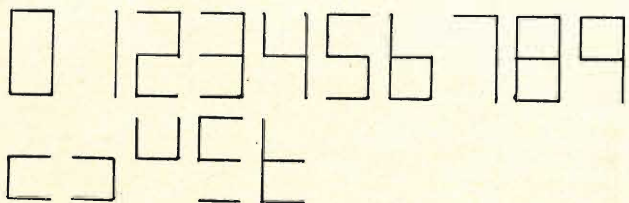

figura 4
Ci dimenticavamo di dirVi che tutto il discorso fin qui portato ha valore solo se il frequenzimetro ha il modulo sequenziale azionato direttamente dal segnale che aziona il gate (figura 4), altrimenti i segnali di reset e di memorizzazione sarebbero fuori fase con la chiusura del gate.
2) Le visualizzazioni di base non sono le sole da 0 a 9 ma anche le successive da 10 a 15 (vedi figura 4): conviene sfruttare anche queste ultime.
3) Tuttavia si noti come (sempre in riferimento a figura 4) 8 e 15 non siano suscettibili di variare al variare delle permutazioni decodifica-display (infatti 8 ha tutti i segmenti on e il 15 tutti off).